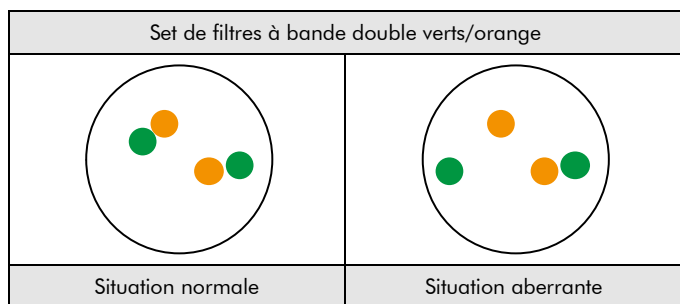

Fig. 2 : Résultats attendus dans les noyaux en interphase normaux et présentant une aberration
**Situation normale :** Dans les interphases de cellules normales ou de cellules sans une translocation impliquant la région du gène JAK2, deux signaux verts et deux signaux orange apparaissent (voir figure 2).
**Situation aberrante :** Une région du gène JAK2 affectée par une translocation est indiquée par un signal vert séparé et un signal orange séparé (voir figure 2).